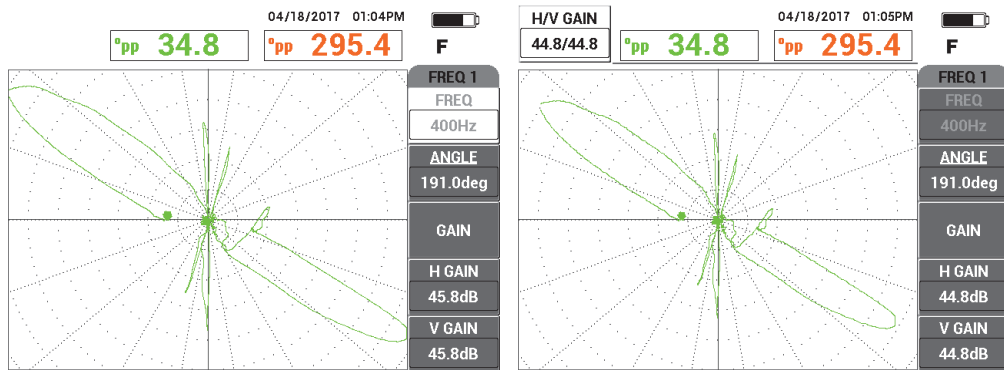

図 5-196 サポートリングの信号がクリップされた状態（左）とゲイン調整後（右）
8. サポートリング信号が画面でクリップされないように調整します (8 ~ 9 主要区分) [270 ページの図 5-196]。